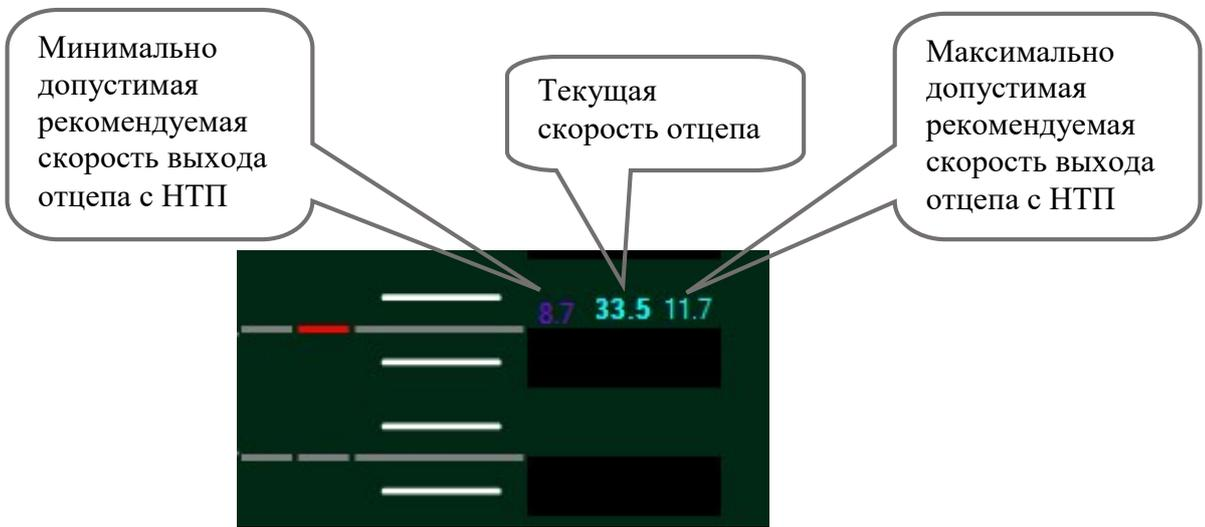

Рисунок 112. Отображение отцепа при его подходе к замедлителю НТП
- при подходе отцепа к замедлителю (Рисунок 112) отображается текущая скорость отцепа в км/ч (среднее число жирным шрифтом в числовом ряду рядом с замедлителем), а также границы допустимого интервала рекомендуемых скоростей выхода отцепа после замедлителя в км/ч (слева фиолетовым цветом числовое значение рекомендуемой минимально допустимой скорости, справа бирюзовым цветом числовое значение рекомендуемой максимально допустимой скорости выхода отцепа);
В случае нахождения текущей скорости отцепа в интервале допустимых рекомендуемых скоростей выхода отцепа с НТП ее значение отображается белым цветом (Рисунок 113), а в иных случаях – бирюзовым цветом (Рисунок 112).